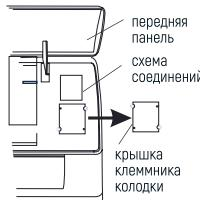

Рис. 9
- Снимите крышку, как показано на рисунке (Рис. 9) (отвинтив винт или сломав крючки).